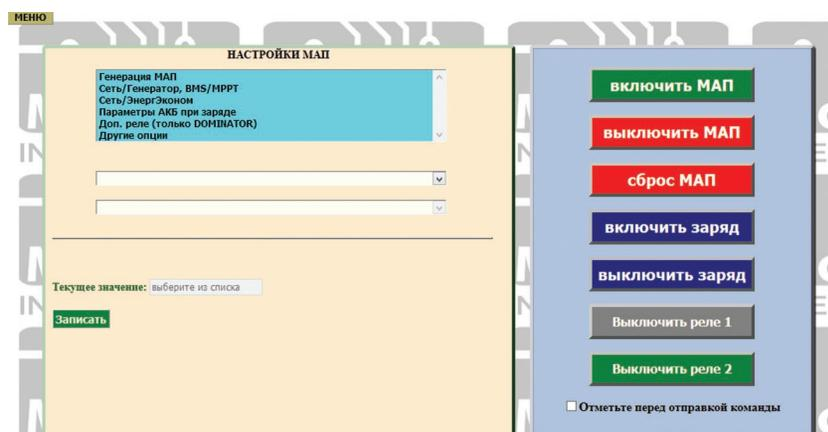

Рисунок 10. Дистанционное управление Реле
**“Внешнее управление”** – Реле ВКлючается по команде, переданной через Web-интерфейс на закладке управления МАП или с помощью специального ПО, см. рис.10